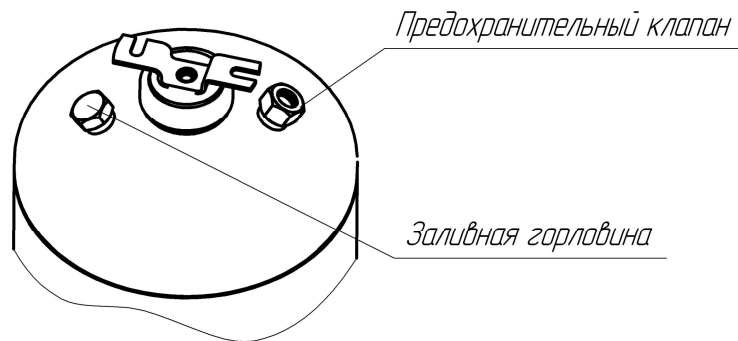

Рис.3
5.2.1 Открутить глухую гайку заливной горловины (рис.3) и вставить воронку в отверстие горловины;